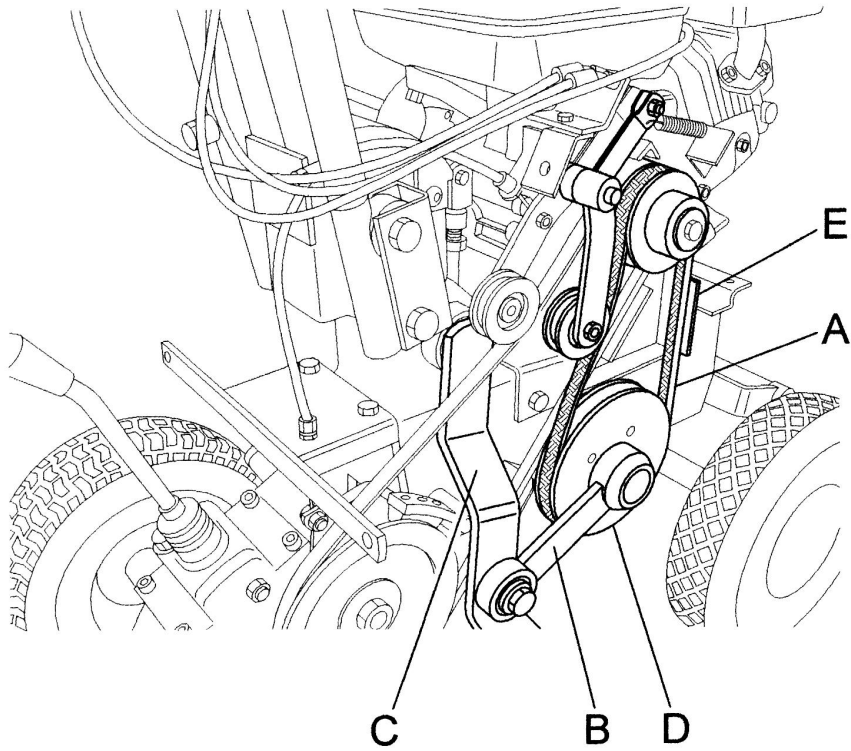

Figure 7
Il est nécessaire de démonter la bielle (Fig. 7 Réf. B), en enlevant l'écrou et en desserrant la vis qui la fixe au bras (Fig. 7 Réf. C).
- Une fois la bielle démontée, il est possible d'enlever la courroie (Fig. 7 Réf. A) en faisant tourner manuellement dans le sens contraire des aiguilles d'une montre la poulie inférieure correspondante (Fig. 7 Réf. D).
- A ce point, il est nécessaire de vérifier que le positionnement de la courroie est correct en intervenant sur le levier de commande lame correspondant. Lorsque celui-ci est abaissé et que la courroie se trouve à la tension maximum, la distance entre cette dernière et les guide-courroies correspondants (Fig. 7 Réf. E) doit être d'environ 2 mm.